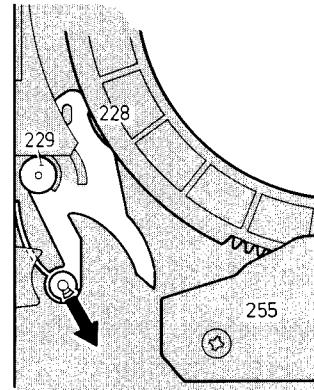

Bild 1-9
- Klapphebel nach Entriegeln ein wenig anheben, danach nach rechts klappen und herausheben (siehe Bild 1-9).